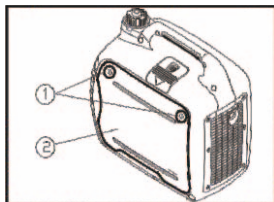
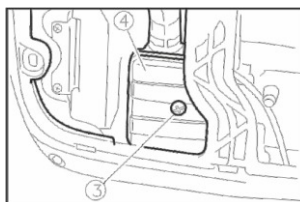

Рис.21
Рис.22
1. Снимите крышку доступа к маслозаливной горловине (2), отвернув болты (1) (рис.21). Открутите винт (3) и снимите крышку воздушного фильтра (4) (рис. 22).